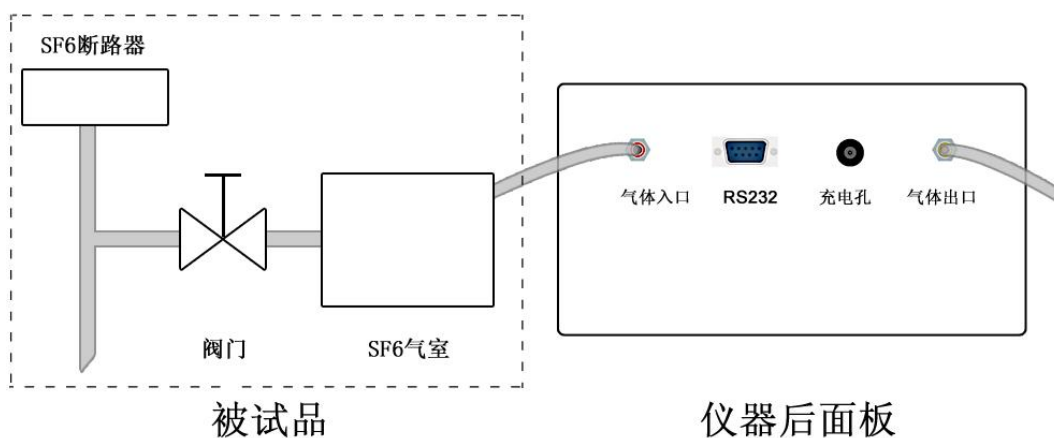

图 4 正确接线
按图 4 所示连接方法正确连接仪器的进气管和出气管。
注意：①按图 4 正确连接测量管道，不要将进气管和出气管接反；
②进气管和 SF₆ 设备的螺母接头要用扳手拧紧；③出气管另一端应指向下风方向，或用专门的设备收集废气。